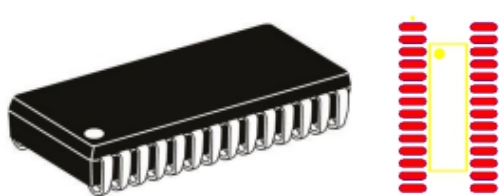

图 9-13 SOJ 元件及其封装
4) SOJ (Small Outline Package-J Leads, J 形引脚小外形封装): 引脚从封装两侧引出并向芯片底部弯曲呈 J 形, 图 9-13 所示为 SOJ 元件外观与封装。